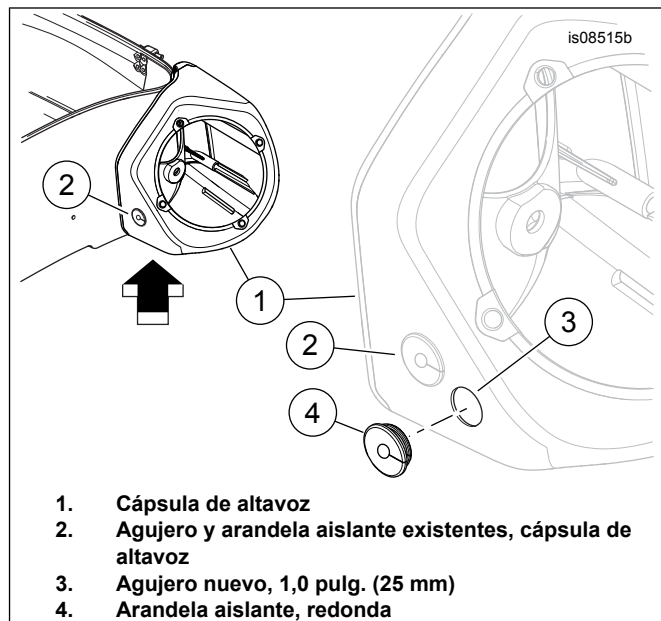

Figura 1. Instalación de la arandela aislante
Vea Figura 1. Perfore un **nuevo** agujero (3) en cada cápsula de altavoz (1), lejos de la arandela aislante (2) existente, aproximadamente donde se muestra.